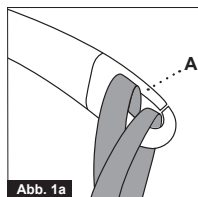

Abb. 1a
Lassen Sie beim Befestigen der Hebeschleufe an den Haken Vorsicht walten. Stellen Sie sicher, dass die Schlaufen vollständig durch die Gummi-Aushängesicherung (A) gezogen und ordnungsgemäß an den Haken des Aufhängebügels befestigt sind. Wenn Sie den Startknopf zum Heben betätigen, überprüfen Sie noch einmal, dass alle Schlaufen korrekt in den Haken des Aufhängebügels verbleiben. (Abb. 1a und Abb. 1b).